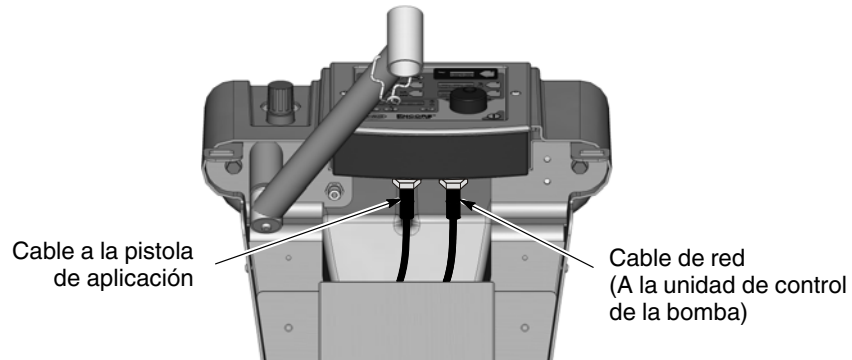

Figura 3-4 Conexión del cable de la pistola de aplicación al controlador del sistema - Se muestra el sistema móvil
1. Sistemas móviles: Ver la figura 3-4. Introducir el cable de la pistola de aplicación en la parte posterior de la torre de la carretilla y a través del frontal superior. Esto permite al usuario agrupar el cable con el tubo de limpieza de aire de electrodos y de aplicación.